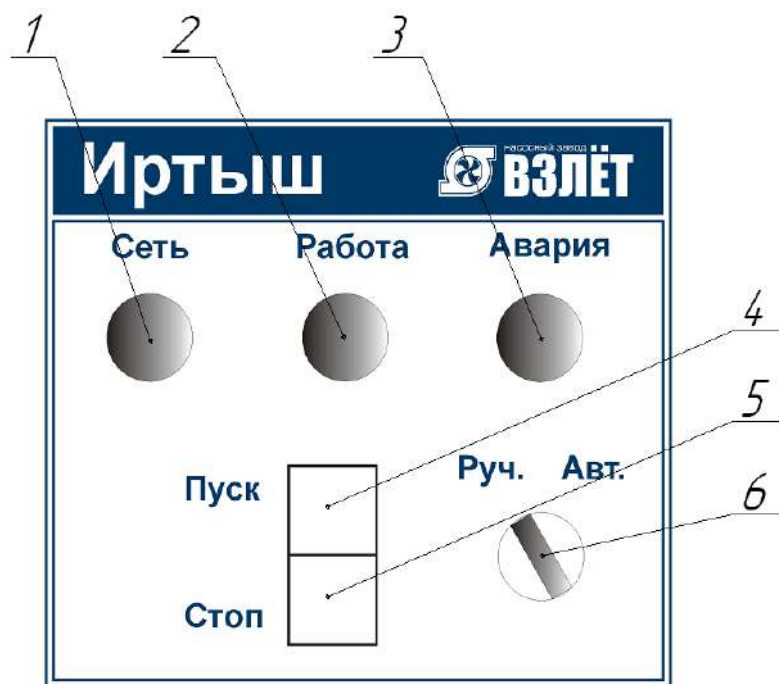

Рисунок 1 – Органы управления и индикации шкафа управления
На дверце шкафа управления размещены следующие органы управления и индикации (рис. 1):
Для работы в автоматическом режиме необходимо перевести переключатель «РУЧН/АВТ» рис. 1, поз. 6 в положение «АВТ».
Для ручного запуска насоса необходимо перевести переключатель РУЧН/АВТ рис. 1, поз. 6 в положение «РУЧН». Запуск и останов насоса в ручном режиме осуществляется при помощи кнопок «ПУСК» (рис. 1 поз. 4) и «СТОП» (рис. 1 поз. 5), расположенных на дверце шкафа управления.
3. Установите переключатель «РУЧН/АВТ» (рис. 1 поз. б), в положение «РУЧН».
4. Включите главный автоматический выключатель QF1; загорится светодиод «Сеть» на крышке шкафа управления рис. 1 поз. 1.
Переведите переключатель «РУЧН/АВТ» в положение «РУЧН» рис. 1 поз. б.
Запустите насос на 2-3 секунды нажатием кнопки «ПУСК» рис. 1 поз. 4, и внимательно наблюдая за вращением рабочего колеса, определить его направление. Рабочее колесо должно вращаться по направлению стрелки, располагаемой на корпусе насоса.
1. Перевести переключатель «РУЧН/АВТ» (рис. 1 поз. 6), в положение «РУЧН».
2. Для запуска насоса в ручном режиме нажать кнопку «ПУСК» (рис. 1 поз. 4).
3. Для остановки насоса в ручном режиме нажать кнопку «СТОП» (рис. 1 поз. 5).
1. Перевести переключатель «РУЧН/АВТ» (рис. 1 поз. 6), в положение «АВТ».